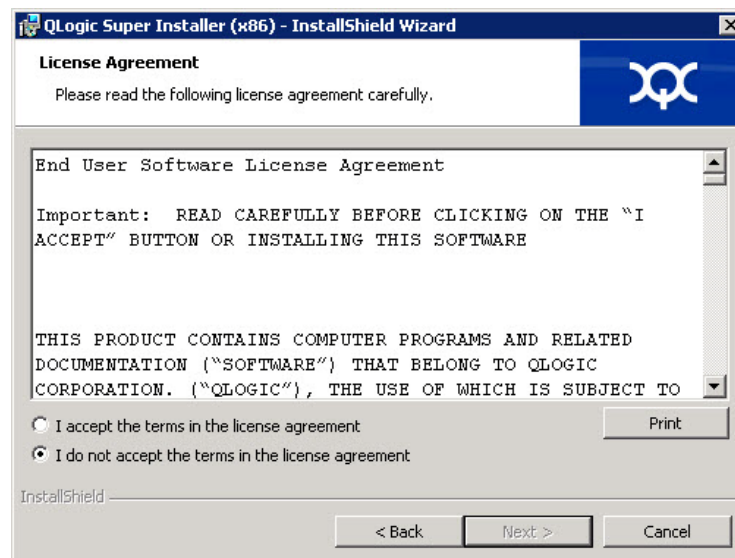

Abbildung 2-3. QLogic InstallShield Wizard: Lizenzvereinbarungsfenster
4. Im Fenster „License Agreement“ (Lizenzvereinbarung) des Assistenten (Abbildung 2-3):